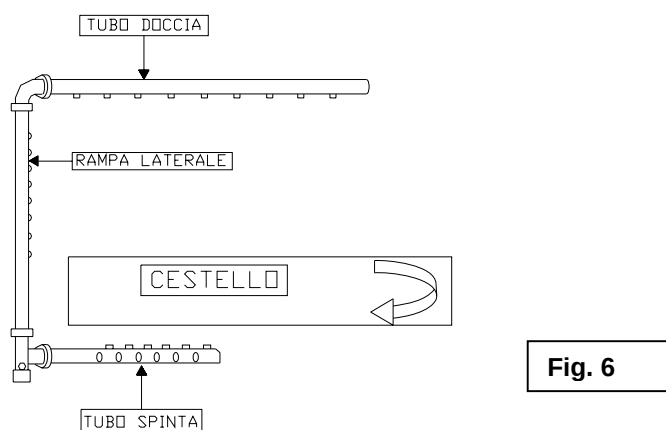

Fig. 6
- Conecte al grupo neumático (**Fig. 6/7**) una fuente de aire comprimido y regule la presión a 6-7 bar.
- Coloque la rampa superior de lavado (**Fig. 6**) en diagonal.